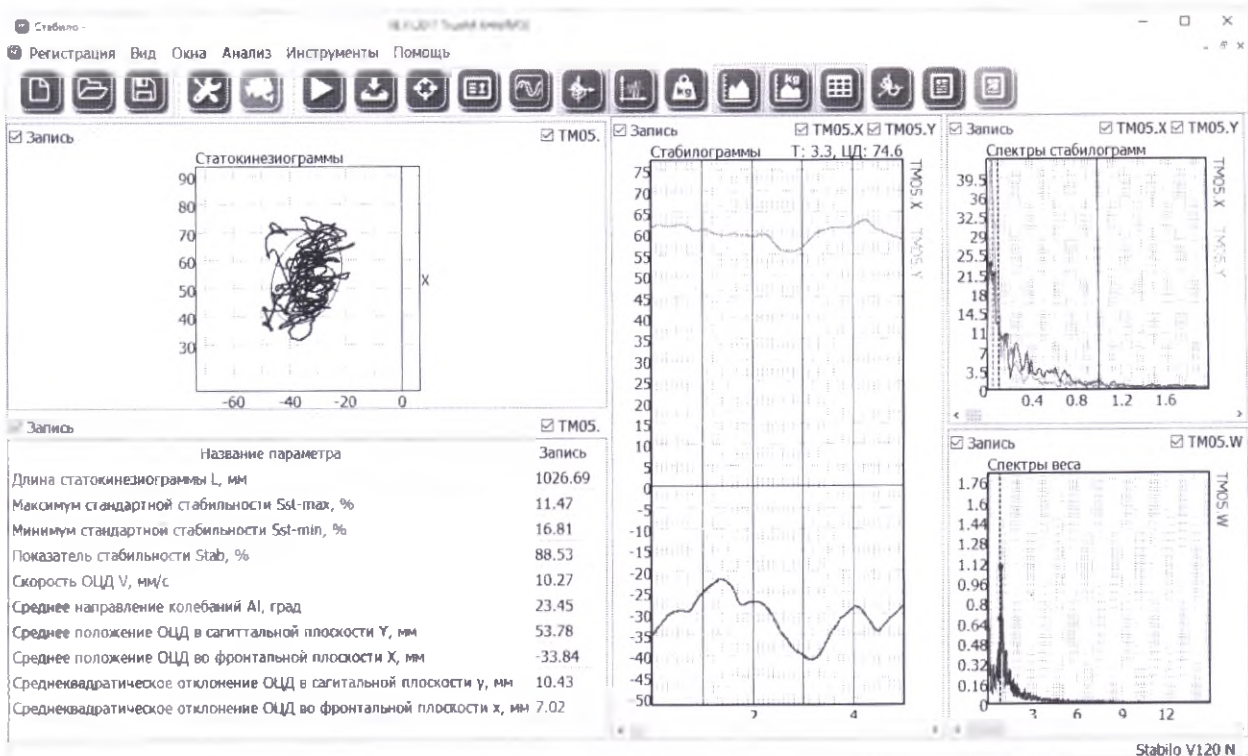

Рис.11.6. Главное окно программы «Стабилометрия Неврокор» в режиме анализа
- 11.14. После завершения тестирования или тренировки имеется возможность просмотра результатов тренировки и анализа записанных данных. В режим анализа (Рис. 11.6)